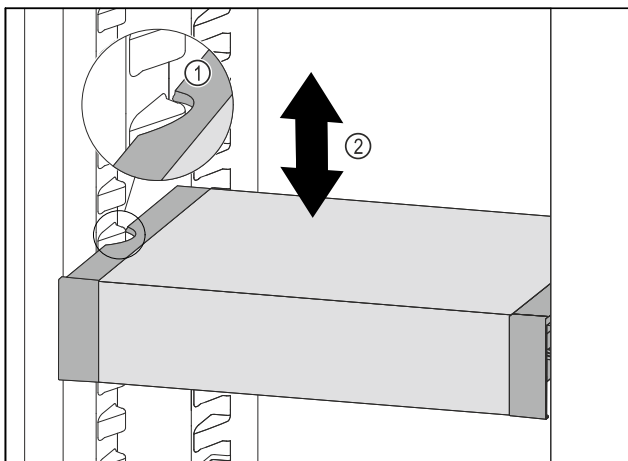

Fig. 106
- Tirare VarioSafe in avanti fino a quando le cavità laterali di VarioSafe non si trovano al livello della nervatura del contenitore nel vano frigorifero. Fig. 106 (1)
- Spostare VarioSafe verso l'alto o verso il basso nel vano frigorifero fino a raggiungere l'altezza desiderata. Fig. 106 (2)